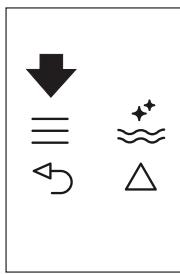
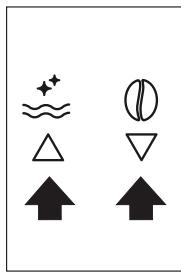

Fig. 22
Fig. 9
- ▶ Pulse el icono **≡** (B2) para entrar en el menú (Fig. 22) o pulse los iconos **△** **▽** (B7) y (B8) (Fig. 9) hasta que aparezca el mensaje "PROGRAM HOT WATER" (PROGRAMA AGUA CALIENTE).